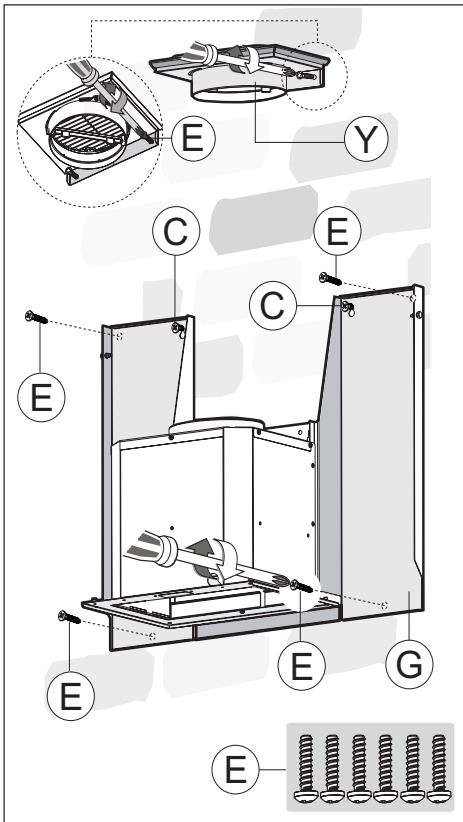

Fig.9
- Fissare la staffa uscita aria **Y** al muro con le 2 viti **E** (fig.9).
- Posizionare e fissare la struttura **G** sulle due viti **C**, precedentemente fissate al muro senza averle tirate completamente (fig.9), allineare la struttura **G** in posizione orizzontale e fissarla definitivamente al muro con le altre 4 viti **E** (fig.9).